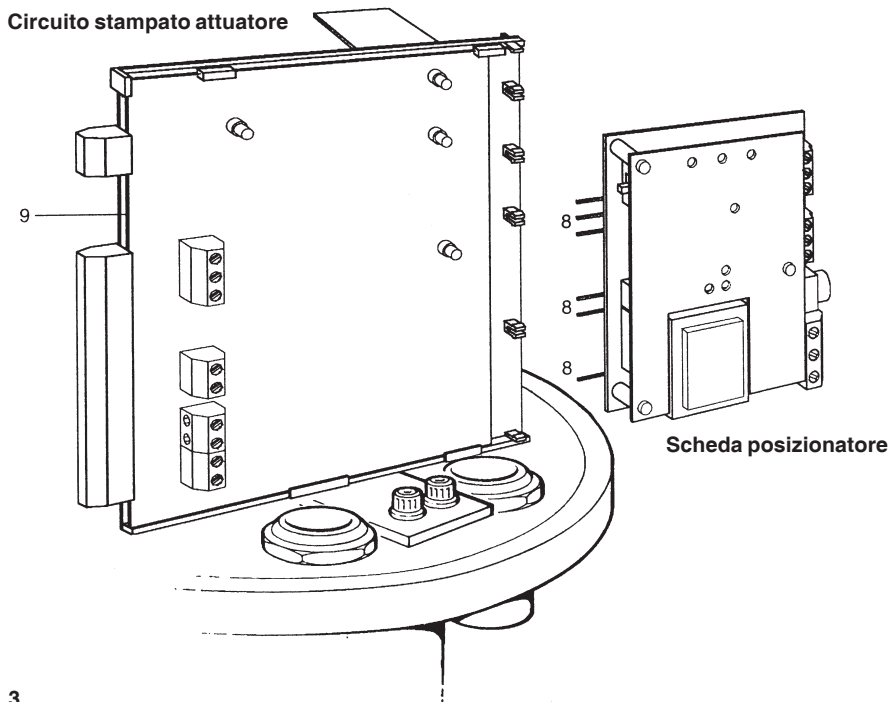

Fig. 3
2.5 Montaggio della scheda del posizionario (fig. 3)